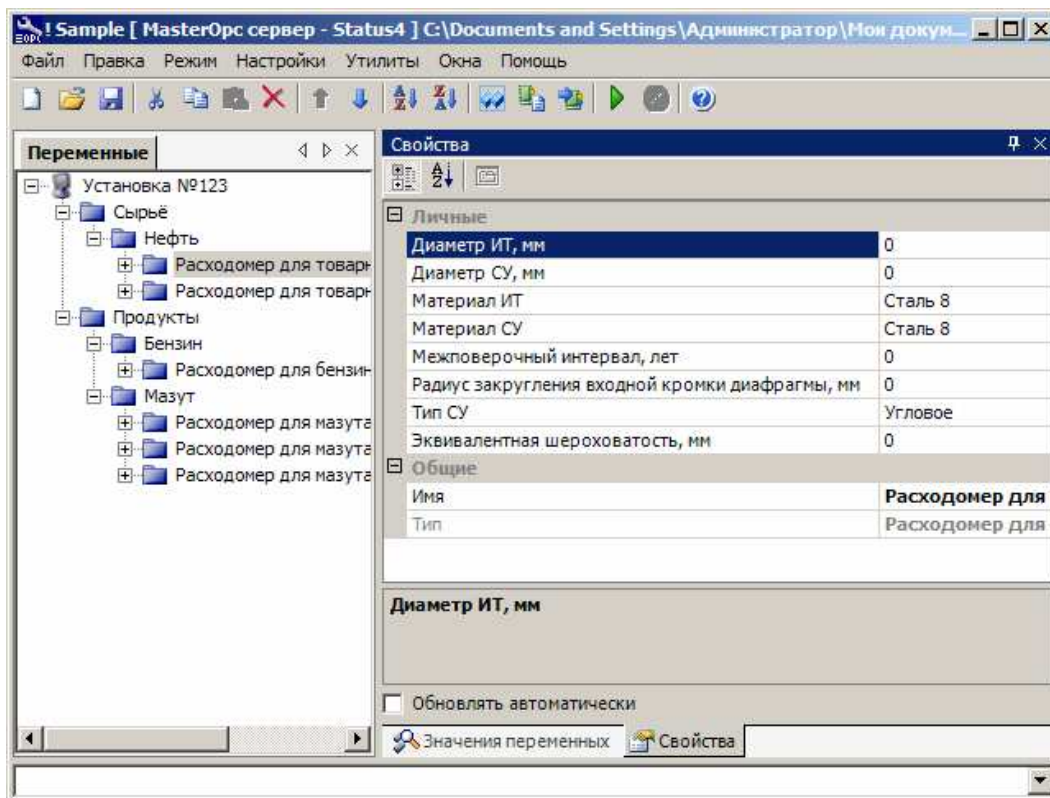

Рис. 12. Свойства расходомера
- Заполните свойства расходомеров. Выделите расходомер левой кнопкой мыши, в области свойств главного окна отобразится список, который требуется заполнить (см. рис. 12).